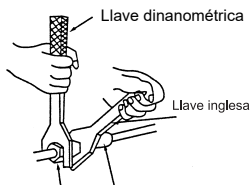

Figura 7
3. Ajuste manualmente la tuerca de conexión. Luego, asegúrela con una llave como se muestra en la figura 7, aplicando el torque según la tabla 1.